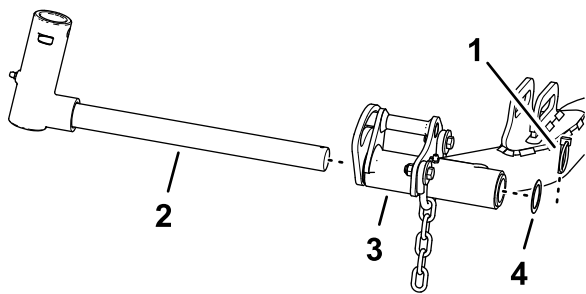

Figura 27
- Retire el pasador de seguridad y la arandela que fijan el eje pivotante del brazo de elevación al brazo de elevación y deslice el eje pivotante fuera del brazo de elevación (Figura 27).